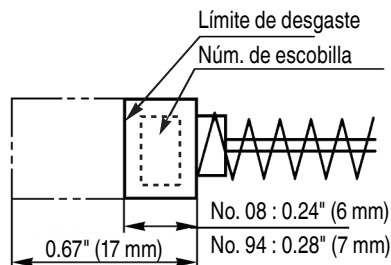

Fig. 17
4. Inspeccionar los escobillas de carb3n (Fig. 17)
Utilice las escobillas metabo HPT N3m. 08 y N3m. 94 indicadas en la Fig. 17.